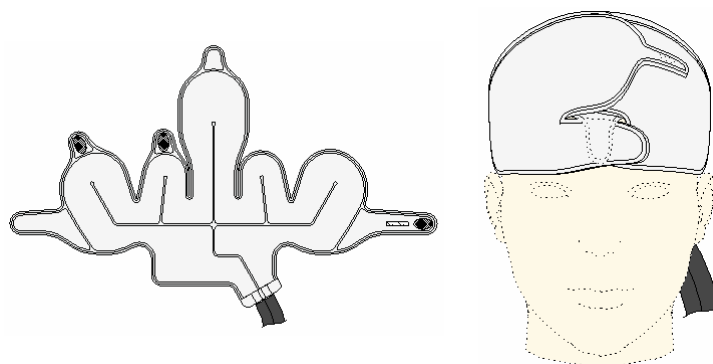

Figura 3. Cuffia di raffreddamento
La cuffia di raffreddamento (in attesa di brevetto, Figura 3) è stata progettata per essere avvolta intorno alla testa del paziente, in modo da creare una cuffia su misura per ogni paziente.
- La cuffia di raffreddamento ha una struttura canalizzata, grazie alla quale il refrigerante può circolare a temperatura controllata in tutta la cuffia (Figura 3).